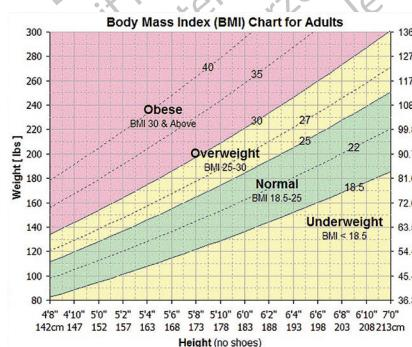

Figure 31. Diagramme IMC
- Le numéro **Patient ID** (Identifiant du patient) s'affiche en haut à gauche de l'écran. Si l'utilisateur connecté est le médecin qui a effectué la procédure, toutes les informations patient sont affichées. Noter que les informations relatives au patient incluent également l'IMC calculé en fonction du poids et de la taille du patient saisis. Si vous appuyez sur le bouton , le Diagramme IMC s'affiche (voir Figure 31).